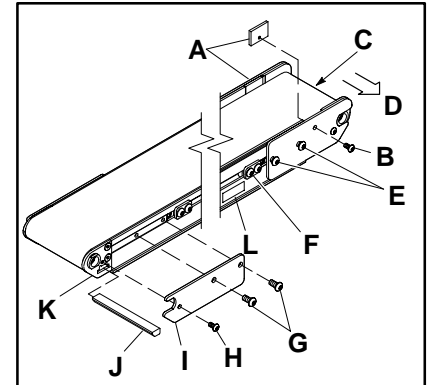

Abbildung 8
Wenn Sie an einem Bandförderer mit hoher Seitenführung arbeiten, müssen Sie die Füllplatte (A in Abbildung 8), an jeder Seite des Bandförderers entfernen, indem Sie die Schraube (B) lösen.
Entfernen Sie die Füllplatten (A in Abbildung 8), wenn Sie an einem Gurtförderer mit hoher Seitenführung arbeiten.
Wie aus Abbildung 8 ersichtlich ist, befindet sich der untere Abstreifer (J) an der Abwurfseite des Gurtförderers. Entfernen Sie als nächstes die Schrauben (G und H) der hinteren Deckplatte auf der Seite, die dem Motor gegenüber liegt. Entfernen Sie anschließend die hintere Deckplatte (I), und drücken Sie den unteren Abstreifer (J) durch die Öffnung in der Halteplatte der Antriebsrolle. (K).
Montieren Sie den unteren Abstreifer (J in Abbildung 8) wieder.
Entfernen Sie die Füllplatten, wenn Sie an einem Gurtförderer mit hoher Seitenführung arbeiten. Orientieren Sie sich dabei an Abbildung 8 im Abschnitt "Ausbau des Fördergurtes bei Gurtförderern ohne Stützen oder Motormontage-Einheit" auf Seite 5.